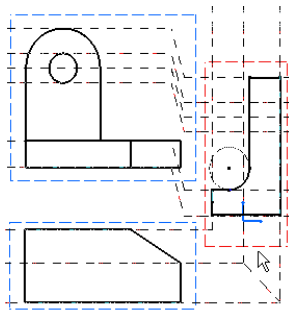

图 6-159
④ 单击并移动视图, 可以看到, 即使视图之间不对齐, 折叠线之间仍然保持关联, 如图 6-159 所示。